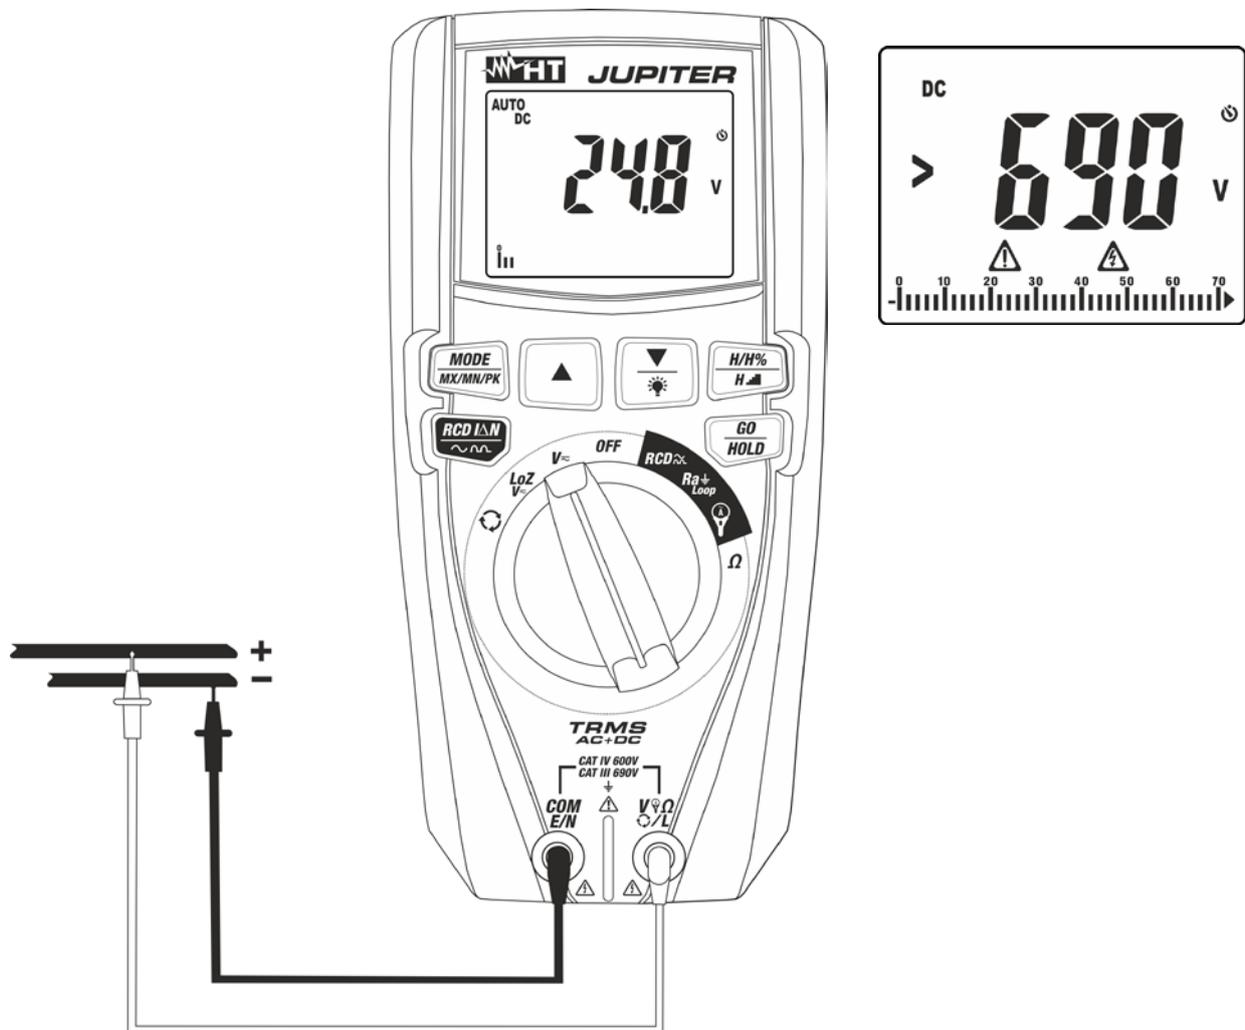
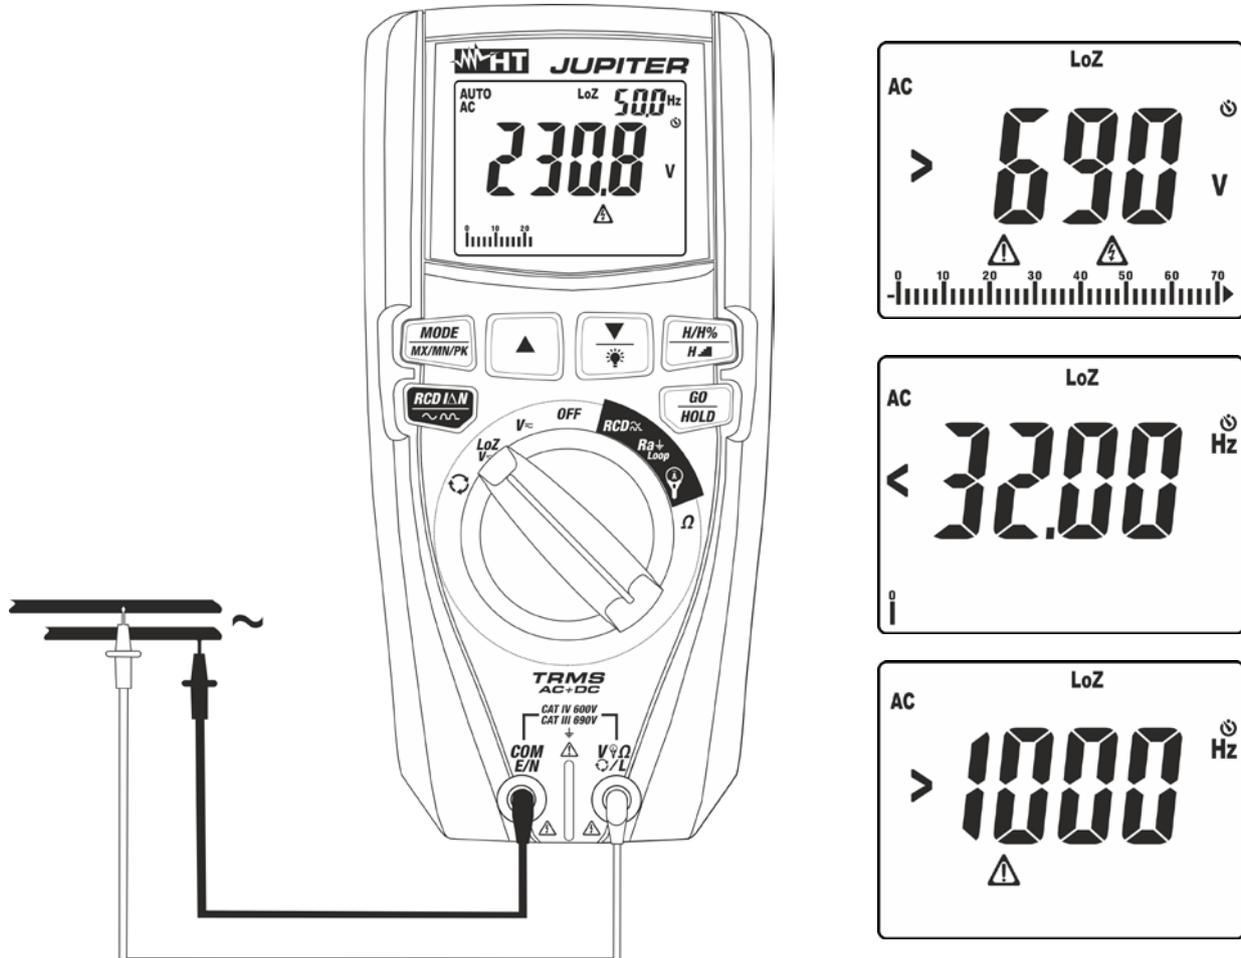

Fig. 8: Uso do instrumento para medir Tensões CC
Fig. 10: Uso do instrumento para medir Tensões CA/CC com a função LoZ
3. Colocar a ponteira vermelha e a ponteira preta respetivamente nos pontos com potencial positivo e negativo do circuito em exame (ver Fig. 8). O valor da tensão é apresentado no display.
4. Se no display aparecer a mensagem ">690V" (ver Fig. 8) atingiu-se o fundo de escala do instrumento
5. A visualização do símbolo "-" no display do instrumento indica que a tensão tem sentido oposto em relação à ligação da Fig. 8.
4. Colocar a ponteira vermelha e a ponteira preta respetivamente nos pontos do circuito em exame (ver Fig. 10) para a medição da tensão CA ou nos pontos com potencial positivo e negativo do circuito em exame (ver Fig. 8) para a medição da tensão CC. O valor da tensão é apresentado no display. Na parte superior direita do display é apresentado o valor da frequência da tensão. Premir o botão **MODE/MX/MN/PK** para visualizar o valor da frequência com maior resolução.
5. Se no display aparecerem as mensagens "<32Hz" ou ">1000Hz" (ver Fig. 10) o valor da frequência está fora do intervalo da medição **32Hz ÷ 1000Hz**.
6. A visualização do símbolo "-" no display do instrumento indica que a tensão tem sentido oposto em relação à ligação da Fig. 8